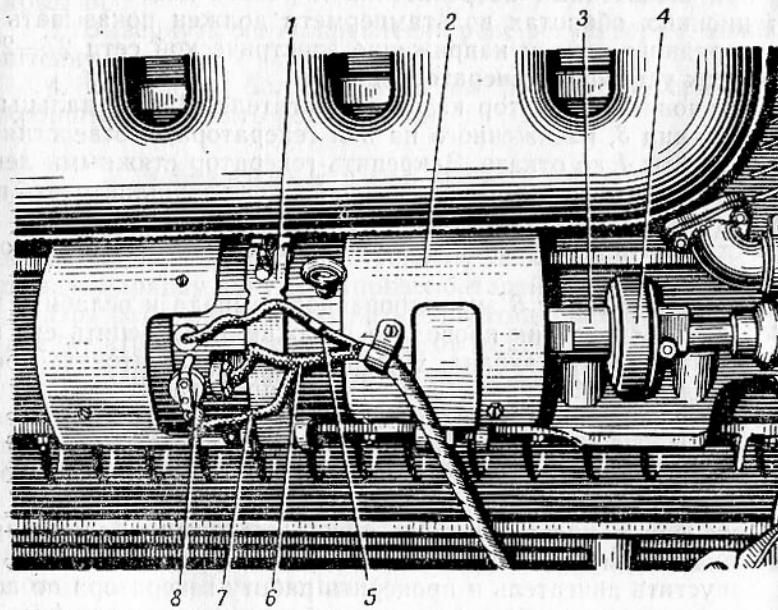

Рис. 62. Установка генератора:
3. Открыть крышку 8 (рис. 62) экранированного вывода, ослабить гайку зажима наконечника электропровода 6. Расшплинто-